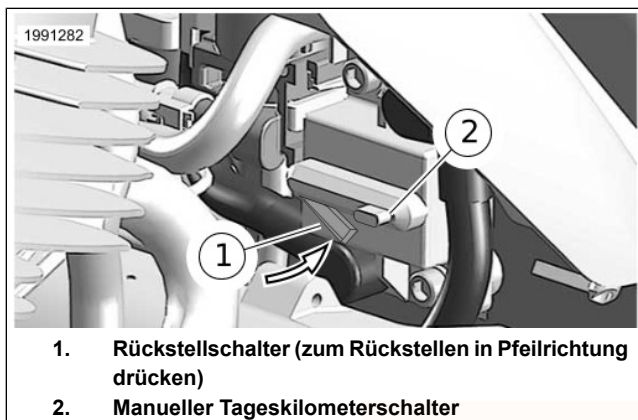

Abbildung 140. Überlastschalter des Rückfahrmotors
Siehe Abbildung 140. Der Überlastschalter ist am Rahmen hinter dem hinteren Motorzylinder befestigt. Dieser manuell zurückstellbare Überlastschalter hat einen roten Auslösedruckknopf (2) und einen Rückstellschalter (1). Um den Überlastschalter manuell auszulösen, den Druckknopf herunterdrücken (dies bewirkt, dass der Rückstellschalter herausgedrückt wird).